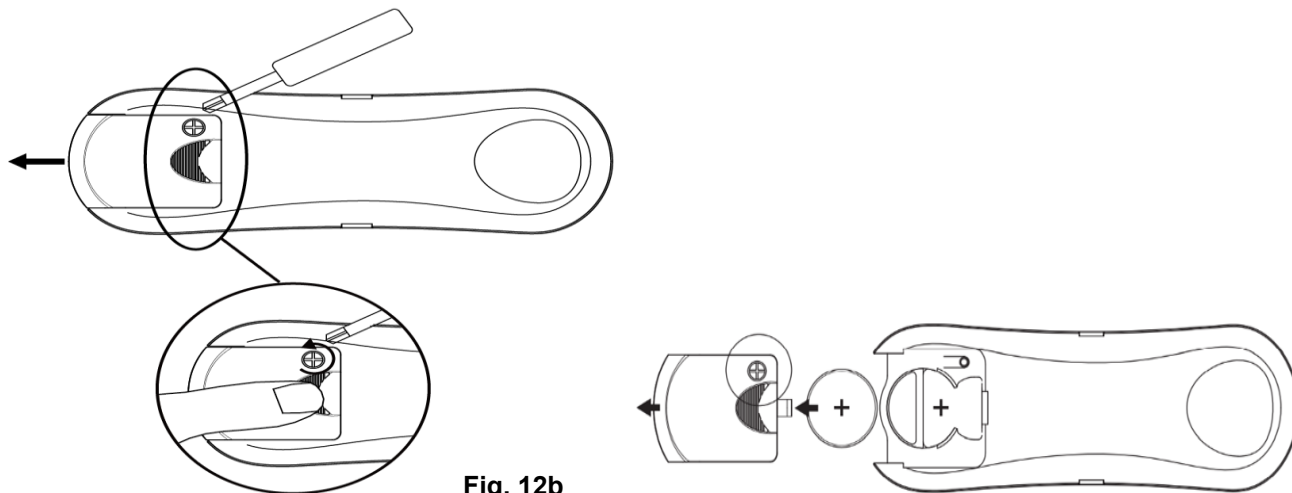

Fig. 12b
1. Pour mettre une pile neuve, appuyez sur la partie supérieure du couvercle du compartiment de la pile et desserrez simultanément la vis pour retirer le couvercle du compartiment de la pile (Fig. 12b).
2. Faites coulisser le couvercle du compartiment de la pile, situé à l'arrière de la télécommande, pour le retirer et accéder à la pile (Fig. 12b)